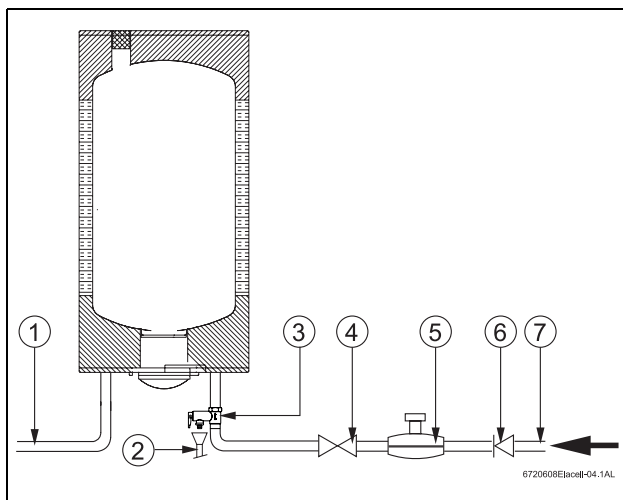

Fig. 10 Ligação de água
- ▶ Instalar a válvula de segurança na entrada de água do termoacumulador (ver Fig. 10).
**NUNCA OBSTRUA A VÁLVULA DE SEGURANÇA.** Se a pressão de rede for superior a 8 bar é mandatório instalar uma válvula redutora, como exemplificado na Fig. 10.